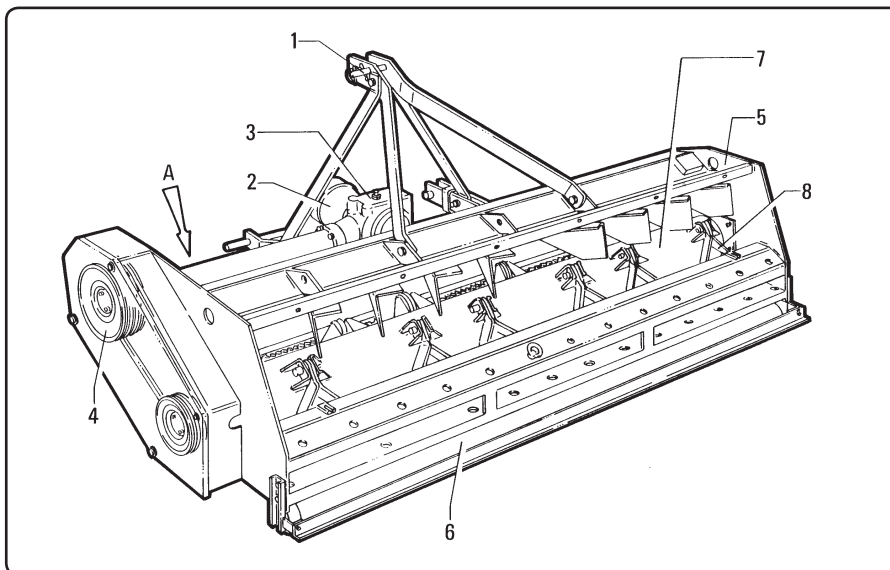

fig. 1.3.1
**1.3 - Main parts (fig. 1.3.1)**
**1.3 - Parties principales (fig. 1.3.1)**